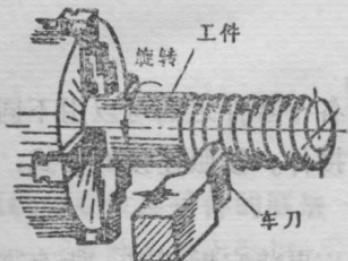

图 1 切制螺纹
**1 螺纹的形成** 螺纹通常是在车床上用刀具切制而成的(图1)。工件随着夹具以相等的速度旋转，刀具以相等的速度沿工件轴心线方向移动，当刀具切入工件的深度达到要求后，便得到螺纹。刻在圆柱外表面的螺纹(如螺钉、丝杆上的螺纹)叫做外螺纹(阳螺纹)。刻在圆孔内表面的螺纹(如螺母、管接头上的螺纹)叫做内螺纹(阴螺纹)。